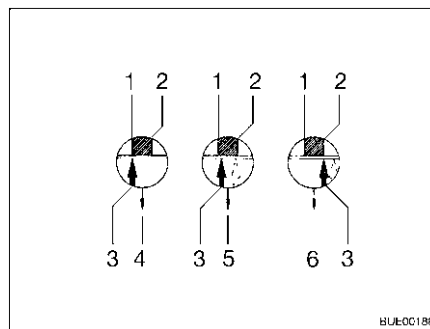

Fig. 140 Guarnizioni di attrito
- Se la freccia sul disco pressione (Fig. 140,3) si trova prima o alla superficie di marcatura (Fig. 140,1), le guarnizioni di attrito sono ancora allo stato nuovo (Fig. 140,4).
- Se la freccia sul disco pressione si trova all'interno della superficie di marcatura (Fig. 140,1 a 2), le guarnizioni di attrito sono leggermente consumate (Fig. 140,5).
- Se la freccia sul disco pressione si trova alla fine della superficie di marcatura (Fig. 140,2) o la supera, le guarnizioni di attrito sono consumate (Fig. 140,6).